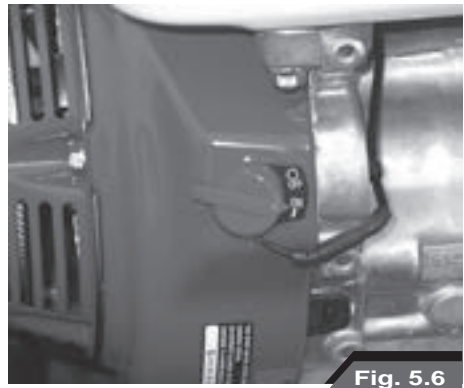

Fig. 5.6
- Ustawić przełącznik silnika ON/ OFF w położenie włączone, czyli **ON** (Rys. 5.6).
- Chwycić za uchwyt rozrusznika silnika (15), pociągnąć za niego delikatnie, aby ułatwić zaczeplenie mechanizmu zapadkowego. Następnie energicznie pociągnąć, a w razie potrzeby oprzeć stopę o koło, aby zadziałała z większą siłą. Powtarzać tę operację, wykonując zawsze krótkie, zdecydowane ruchy, aż do uruchomienia silnika.
- W celu wyłączenia silnika wystarczy ustawić przełącznik ON/OFF w położenie wyłączone, czyli **OFF** (Rys. 5.6). Silnik zatrzyma się w ciągu kilku sekund.